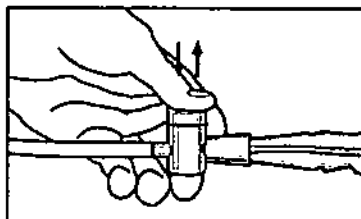

Fig. 6
2. Introduzca lentamente el líquido en el orificio, mientras mantiene presionada la válvula de control manual (Fig 6).